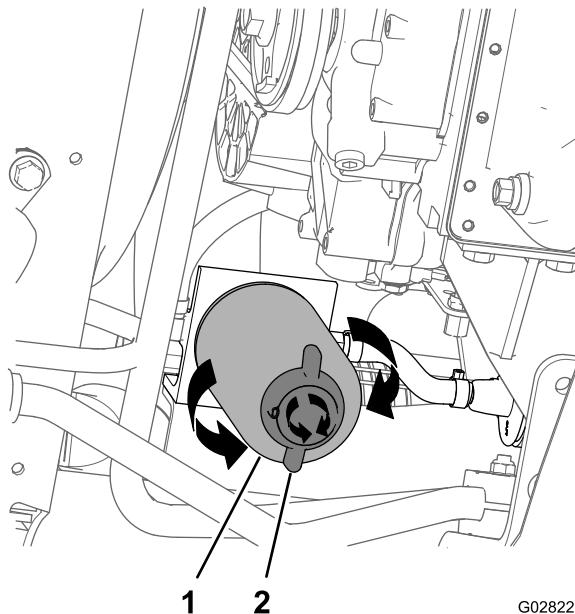

Figura 77
4. Allineate una bacinella di spurgo sotto il filtro del carburante; fate riferimento a Figura 77 nella sezione Sostituzione del filtro del separatore di condensa \(pagina 64\).
2. Posizionate una bacinella di spurgo sotto il filtro del separatore di condensa (Figura 77).
- Ruotate la valvola di spурgo nella parte inferiore del filtro del separatore di condensa in senso antiorario (Figura 77).
- Pulite l'area attorno al filtro del separatore di condensa e il supporto dell'adattatore del filtro (Figura 77).
- Rimuovete il filtro del separatore di condensa (Figura 77).
- Assicuratevi che la valvola di spурго nella parte inferiore del filtro del separatore di condensa sia ruotata saldamente in senso orario (Figura 77).